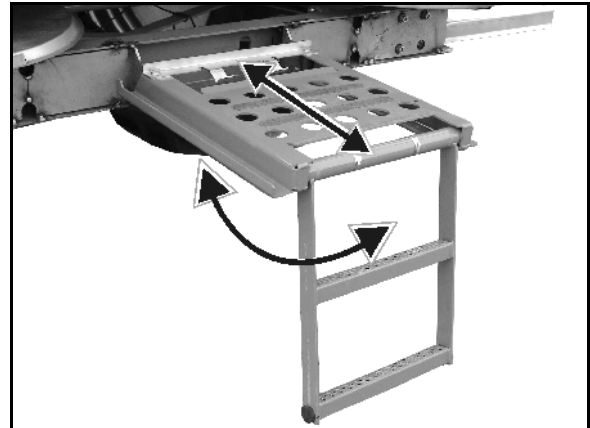

Fig. 38
- Træk stigen med platform bagud, og klap stigen ned for at stige op (Fig. 38).